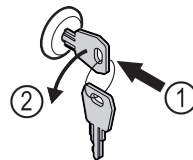

Fig. 177
- Schlüssel hineindrücken. Fig. 177 (1)
- Schlüssel um 90° gegen den Uhrzeigersinn drehen. Fig. 177 (2)